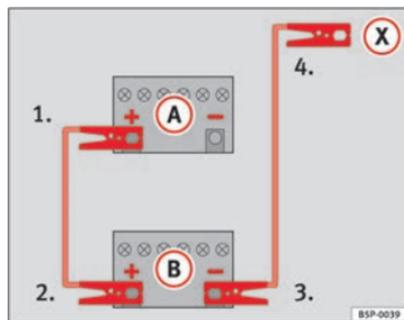

Fig. 245 Esquema de conexión de los cables de emergencia
En la ⇒ fig. 245 (A) representa a la batería sin carga y (B) a la batería con carga.
- 1. Emborne un extremo del cable de emergencia rojo al polo positivo ⇒ fig. 245 (+) del vehículo con la batería descargada ⇒ ⚠.
- 4. Emborne el otro extremo del cable negro de emergencia (X) a una pieza de metal maciza unida al bloque motor o al mismo bloque motor del vehículo con la batería descargada, lo más alejado posible de la batería ⇒ ⚠.